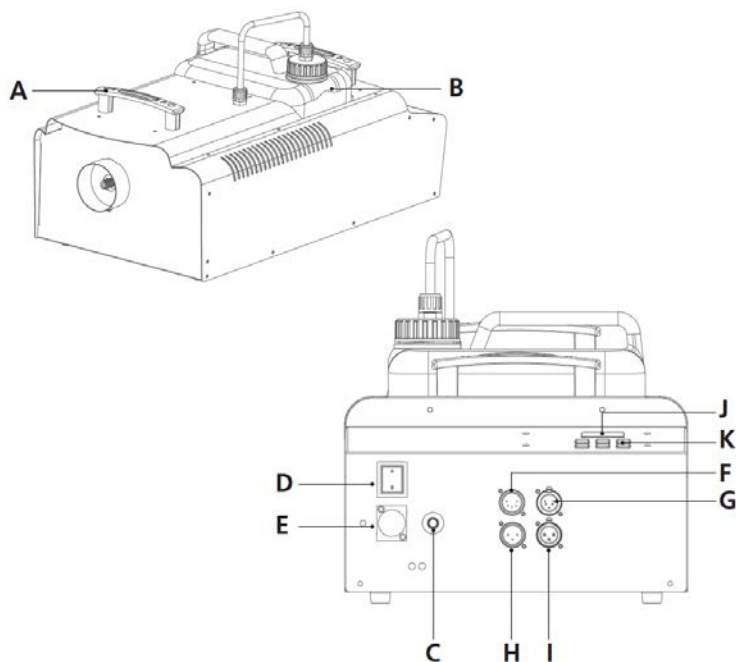

Рисунок 1
4. Поместите подающую трубку с фильтром глубоко внутрь полного бака с дым-жидкостью (рис. 1-B). Используйте только высококачественную дым-жидкость на водной основе.
5. Выполните настройку DMX (рис. 1 – J и K) на задней панели устройства.
2. Подключите кабель контроллера DMX 512 к входному разъему (рисунок 1-H) генератора. Убедитесь, что полярность сигнального кабеля верная. Подключите кабель питания.
3. При желании можно подключить еще один генератор: подключите один конец сигнального кабеля к выходному разъему (рисунок 1-G или I) на задней панели первого генератора, а другой конец сигнального
кабеля к входному разъему (рисунок 1-F или H) на задней панели второго генератора. Повторите процедуру, если необходимо соединить больше устройств. Получится последовательная цепь.
2. **Подчиненный генератор дыма (SLAVE):** остальные приборы являются подчиненными. На них необходимо установить «Slave-DMX ON». Установите одноканальный режим DMX. Выберите «Address DMX» с помощью кнопки FUNCTION под ЖК-дисплеем, затем нажмите кнопку UP или DOWN, чтобы установить адрес DMX на «1». Подключите один конец сигнального кабеля к выходу DMX на задней панели главного устройства (рис. 1-G или I), другой конец – к первому подчиненному устройству (рис. 1-F или H) и т.д. Таким образом в цепь можно соединить сотни генераторов дыма.